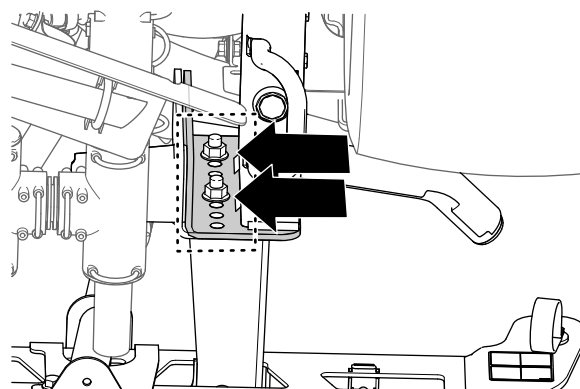

図 46
3. フランジヘッドボルト $\frac{1}{2}$ x $1\frac{1}{4}$ "4本とフランジロックナット $\frac{1}{2}$ "4個でセンターboomのサポートブラケットを機体の取り付けプレートに固定している穴の位置を、テープなどでマーキングする 図 46。